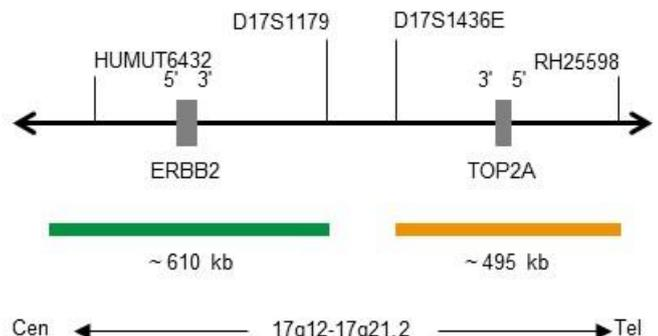

Fig. 1: SPEC ERBB2/TOP2A Mapa de la sonda (no está a escala)
- Polinucleótidos marcados en verde (excitación a 503 nm/emisión a 528 nm) ZyGreen (~10 ng/ $\mu$ l), dirigidos a secuencias localizadas en 17q12-q21.1\* (chr17:37,572,531-38,181,308) que albergan la región del gen ERBB2 (ver Fig. 1).
- Polinucleótidos marcados en naranja (excitación a 547 nm/emisión a 572 nm) ZyOrange (~1,5 ng/ $\mu$ l), dirigidos a secuencias localizadas en 17q21.1-q21.2\* (chr17:38,323,741-38,818,030) que albergan la región del gen TOP2A (ver Fig. 1).